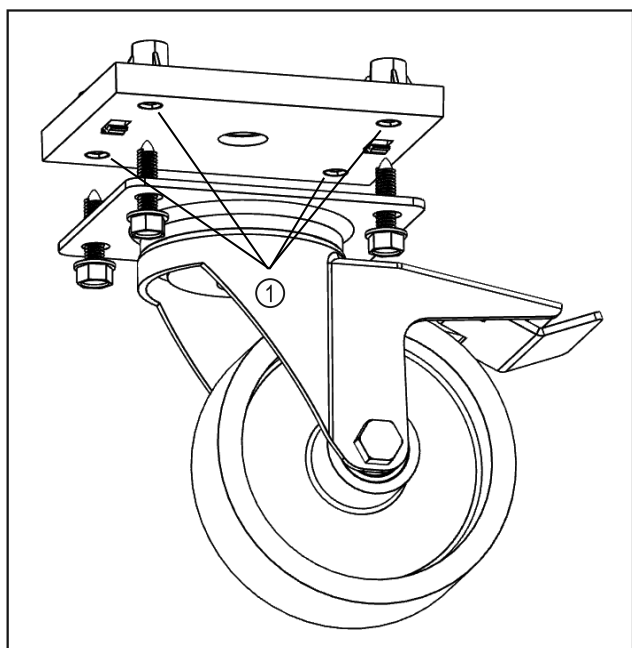

Fig. 9
- ▶ Zamontować opcjonalne kółka w podanych miejscach. Fig. 9 (1)